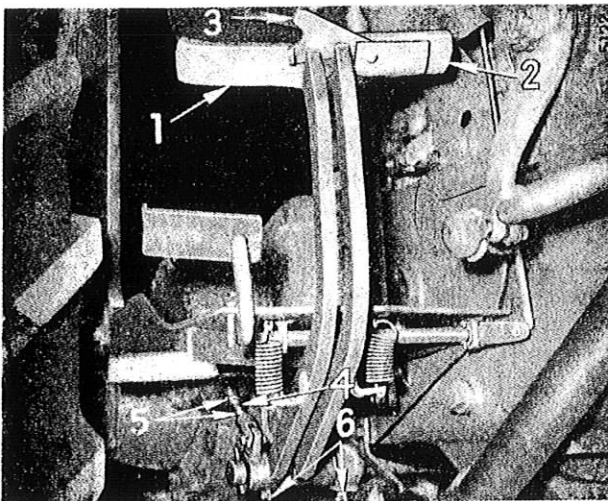

Bild 20
Bei schneller Fahrt, insbesondere bei Straßenfahrt muß die Feststellsche (3), wie in Bild 20 gezeigt, nach rechts eingelegt werden. Beide Bremspedale müssen miteinander verbunden sein, um unbeabsichtigtes Lenken durch einseitiges Bremsen zu verhindern.
Als Fahrbremse dienen die mit der Feststellsche (3), Bild 20, verbundenen Bremspedale (1) und (2). Sie wirken auf beide Seiten des Getriebes ein. Die Handbremse ist Feststellbremse.